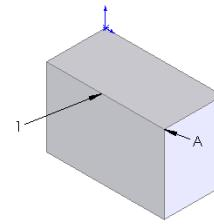
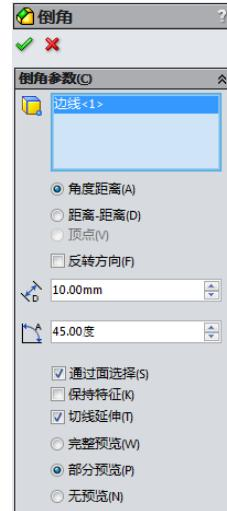
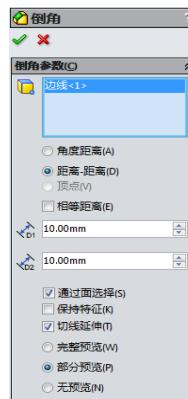
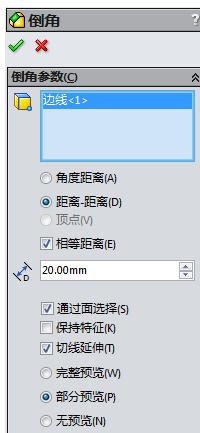

图 3-102 拉伸的图形
图 3-103 “倒角”属性管理器
图 3-105 “倒角”属性管理器
图 3-107 “倒角”属性管理器
**04** 设置视图方向。单击“标准视图”工具栏中的“等轴测”图标3D，将视图以等轴测方向显示，结果如图 3-102 所示。
**06** 设置属性管理器。在“边线和面或者顶点”一栏中，选择图 3-102 中的边线 1；选择“角度距离”复选框；在“距离”一栏中输入 10mm；在“角度”一栏中输入 45 度，其他设置如图 3-103 所示。
**02** 设置属性管理器。在“边线和面或者顶点”一栏中，选择图 3-102 中的边线 1；选择“距离一距离”复选框；在“距离 1”一栏中输入 10mm；在“距离 2”一栏中输入 20mm，其他设置如图 3-105 所示。
如果使用“相等距离”复选框，则倒角两边的距离相等，并且在“倒角”属性管理器中只需输入一个距离值，如图 3-105 所示。图 3-108 所示为按照图 3-107 的“倒角”属性管理器进行设置的倒角图形。
【例 3-15】打开文件。打开随书光盘中源文件/第 3 章/矩形.SLDPRT 文件。以绘制图 3-102 的顶点 A 的倒角为例，说明“顶点”倒角的操作步骤。
02 设置属性管理器。在“边线和面或者顶点”一栏中，选择图 3-102 中的顶点 A；选择“顶点”复选框；在“距离 1”一栏中输入值 10mm；在“距离 2”一栏中输入值 20mm；在“距离 3”一栏中输入值 30mm。其他设置如图 3-109 所示。